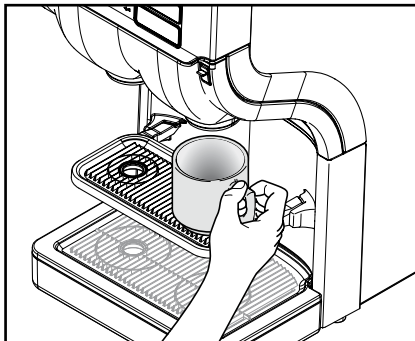

Fig. 10
- Plasser koppen på koppebrettet (fig. 10).
1. Plasser koppen på koppebrettet. (fig. 10).